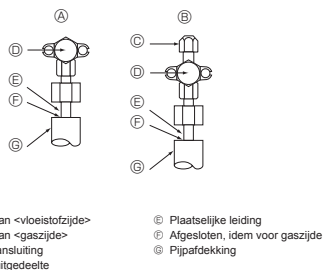

Fig. 5-4
5.4. Lucht dichtheid van de koelstofpijpen testen (Fig. 5-4)